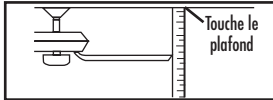
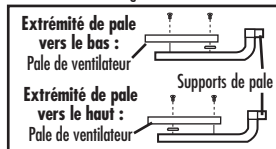

Figure 1
Figure 2
4. La plupart des problèmes d'oscillation surviennent à cause de pales inégales. Vérifiez le niveau des pales en sélectionnant un point du plafond au-dessus de l'extrémité d'une des pales. Mesurez la distance, comme l'illustre la Figure 1. En conservant la règle à 3 mm, faites tourner le ventilateur jusqu'à ce que vous puissiez mesurer la pale suivante. Répétez cette étape pour chaque pale. Si toutes les pales ne sont pas égales, vous pouvez ajuster le niveau des pales comme suit. Pour ajuster la pointe d'une pale vers le bas, insérez une rondelle (non fournie) entre la pale et le support de pale, sur la vis la plus près du moteur (Figure 2). Pour ajuster la pointe d'une pale vers le haut, insérez une rondelle (non fournie) entre la pale et le support de pale, sur la vis la plus éloignée du moteur (Figure 2).